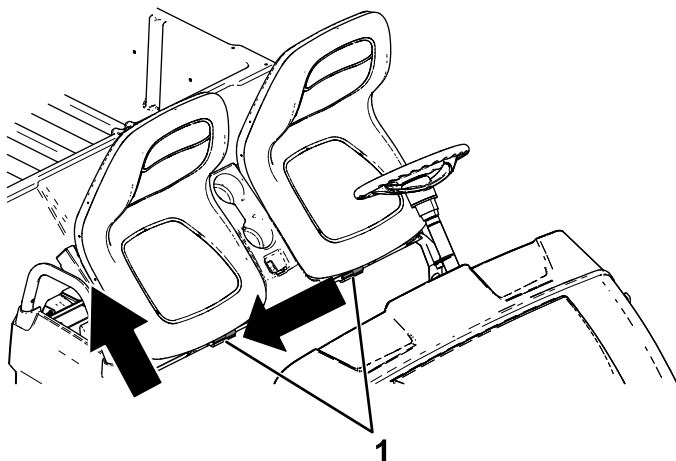

Bild 31
2. Schieben Sie den Sitz seitlich aus den Stiften heraus und heben Sie den Sitz hoch (Bild 31).